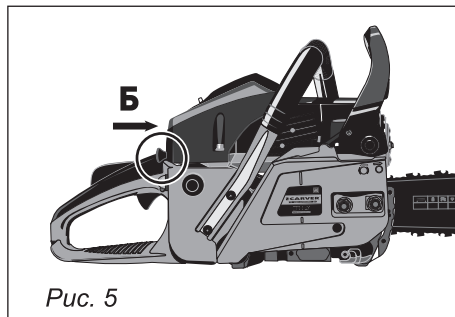

Рис. 5
6. Переведите рукоятку воздушной заслонки в положение «Б» - «рабочее положение», надавив на нее до упора (рис. 5).
запуске, повторите действие 10–15 раз, это поможет избавиться от излишков топлива в картере двигателя, установите свечу зажигания на место, переведите выключатель в положение «ВКЛЮЧЕНО», переведите воздушную заслонку в положение «ОТКРЫТО» см. рис. 5 (Б). Не производите подкачку топлива с помощью праймера. Произведите запуск двигателя с помощью стартера. двигатель за пускнется.